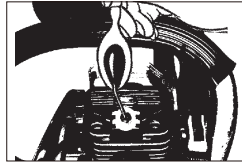

Fig. 19
5. Vierta 1 cucharadita de aceite limpio de 2 tiempos en la cámara de combustión. Tire de la cuerda de arranque lentamente y varias veces para cubrir los componentes internos. Cambie la bujía. (Fig. 19)